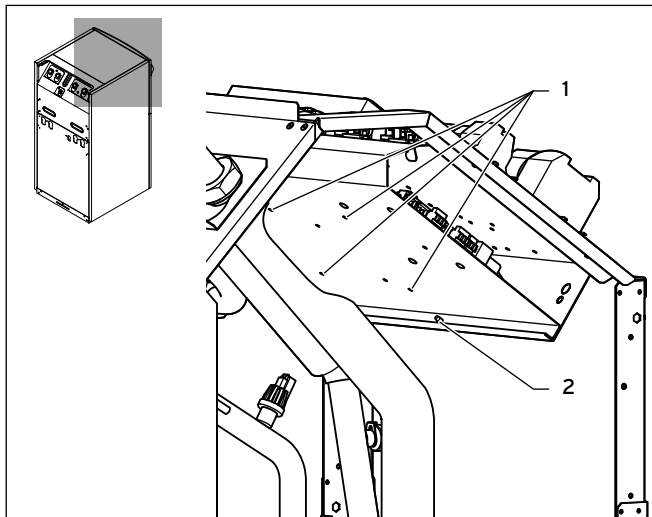

Bild 4.4 Montera fästplattorna geoTHERM VWS/VWW/VWL-S ..1 och VWS ..4
- Anslut kontakten på kompressorns fasövervakningskabel (9) till den tvåpoliga kontakten på ASB-fasövervakningskabeln (8).
- Montera kabelhållaren (10) på avsett ställe i kopplingsboxens nedre del för att hålla fasövervakningskabeln på plats.
- Fäll åter upp undre lådplanet och dra åter fast skruven (→ Fig. 4.4, Pos. 2).
- Anslut den vita ingångskabeln (7) till de tre högra anslutningsklämmorna (11).
- Anslut den svarta utgångskabeln (6) till de tre vänstra anslutningsklämmorna (12).
- Stick in ASB-fasövervakningskabelns trepoliga kontakt (2) i fasövervakningskompressorns uttag.